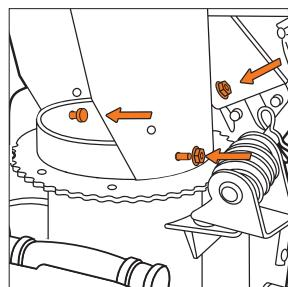

Рис. 12
- Закрепите желоб тремя болтами и гайками, как показано на иллюстрации. Круглая головка болта должна быть с внутренней стороны желоба, гайка с наружной стороны желоба (Рис. 12).